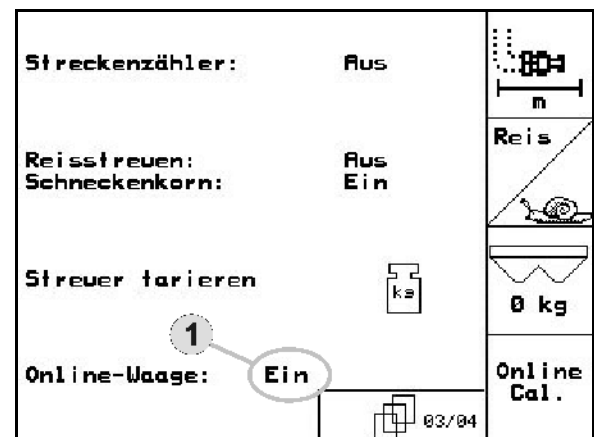

Fig. 38
- Menyen **Maskindata**: Velg onlinevekt innkobling (Fig. 38/1).